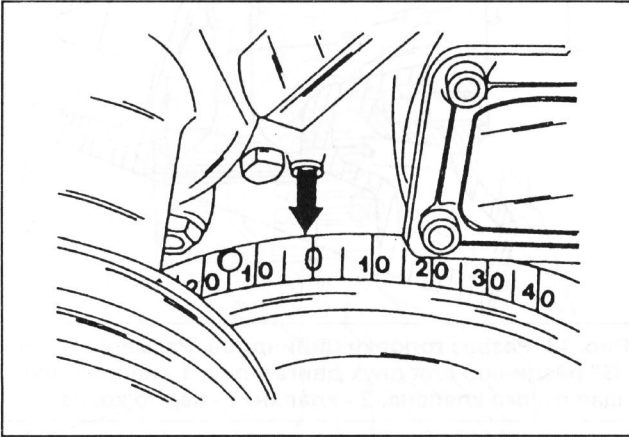

Рис. 13. Положение ВМТ в двигателе.
- ♦ Повернуть коленчатый вал двигателя до ВМТ в 1-м цилиндре. При этом метка на торцевой стороне поверхности блока цилиндров и нулевая отметка на шкиве должны совпасть как показано на рис. 13.